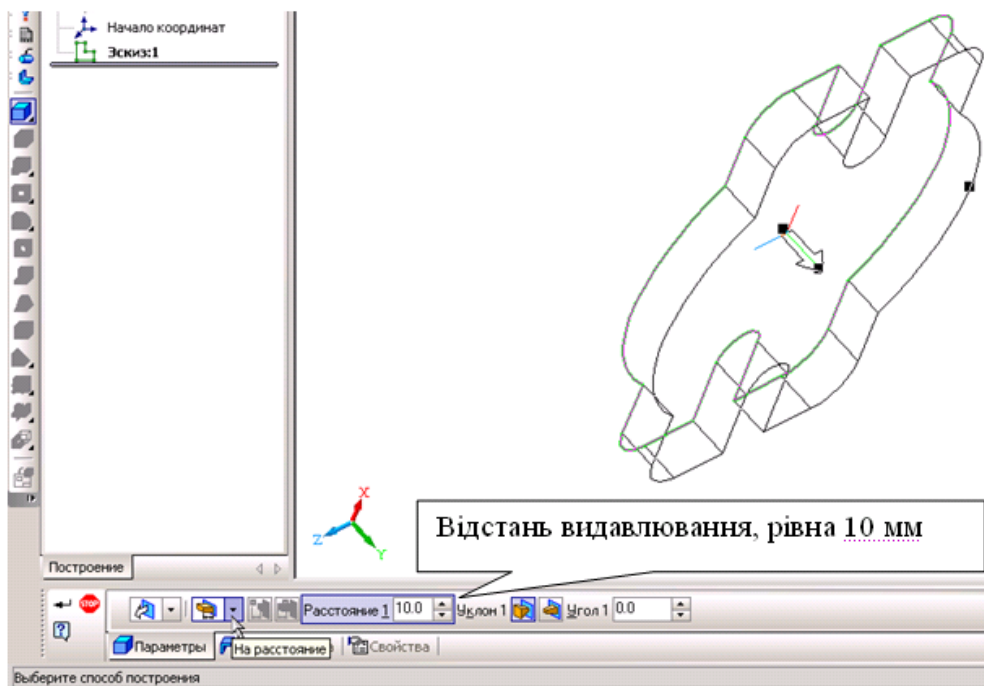

Рис. 3.1.12
8. Встановіть параметри **Операции выдавливания**. Встановіть значення величини видавлювання рівним 10 мм (рис. 3.1.12).